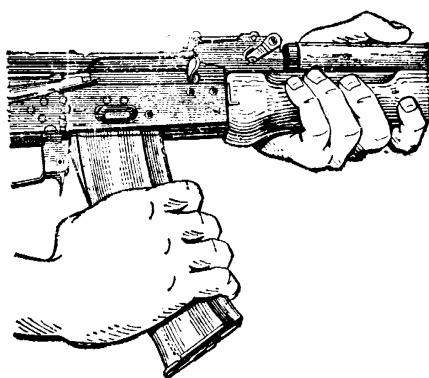

Рис. 22. Присоединение магазина.
10. Присоединить магазин к автомату. Удерживая автомат левой рукой за шейку приклада или цевье, правой ввести в окно ствольной коробки зацеп магазина (рис. 22) и повернуть магазин на себя так, чтобы защелка заскочила за опорный выступ магазина.